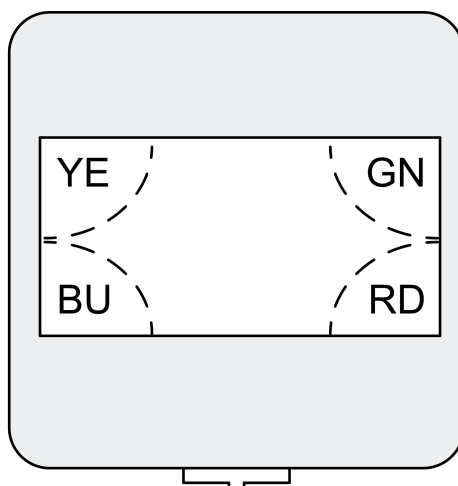

Рисунок 8: Статус LED
За окошком датчика (4) находятся светодиоды статуса, отображающие текущее рабочее состояние (рисунок 8).